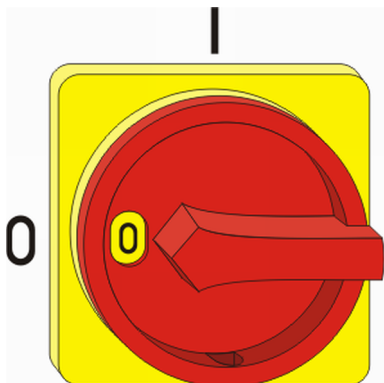

Bild 11: Huvudbrytare
1. ➤ Vrid huvudbrytaren på apparatskåpet (Bild 11) till position "1".